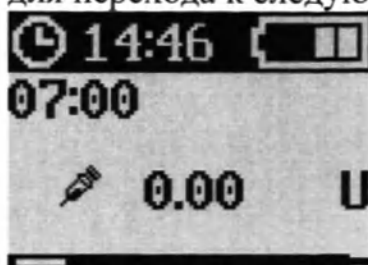

Рисунок 79 – Экран настройки следующего часа базальной скорости
7. Нажать кнопку «ВНИЗ» для перехода к следующему часу (рисунок 79).